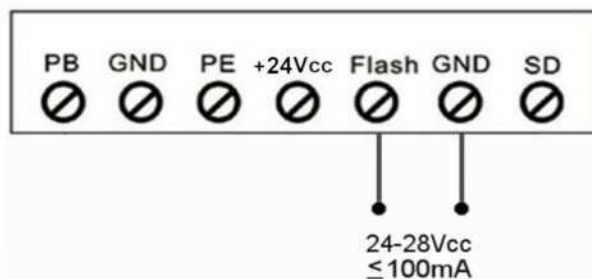
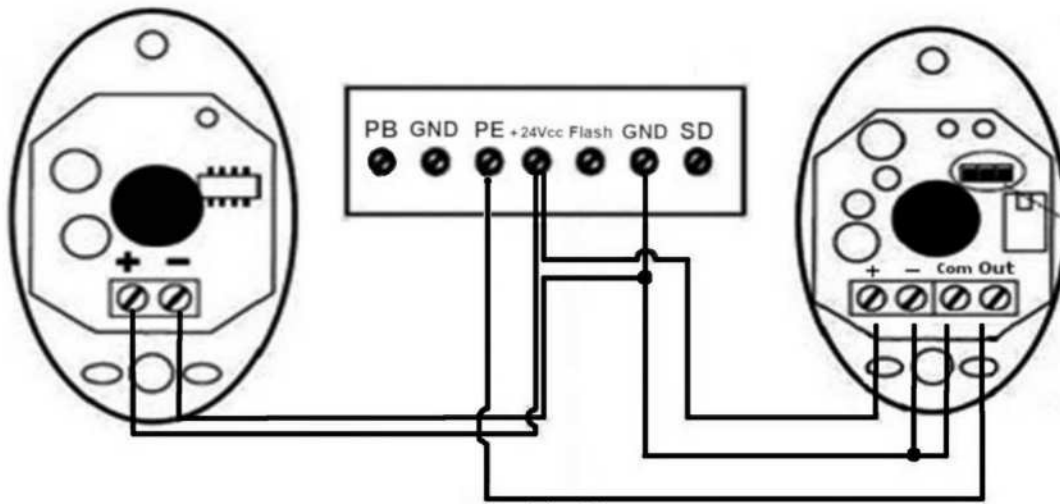

Fig.60
Fig.61
Las fotoceldas infrarrojas utilizan el contacto normalmente cerrado y debe estar conectado como se indica en la Fig.60 y Fig.61.
Las Terminales de Conexión para la Función Flash , proporciona pulsos de salida de $24-28V_{cc} \leq 100mA$ para diferentes aplicaciones, haciendo posible activar una interface de luz de mayor Intensidad. (Fig.60)
9.4.-Conexión de las Fococeldas (Opcional), (Fig.61)